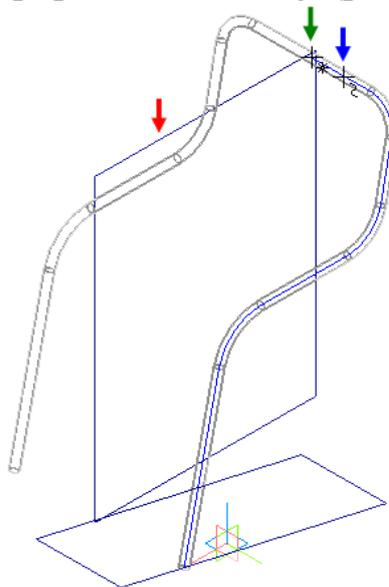

Рисунок 33
- Нажмите кнопку Прервать команду (рис. 33).